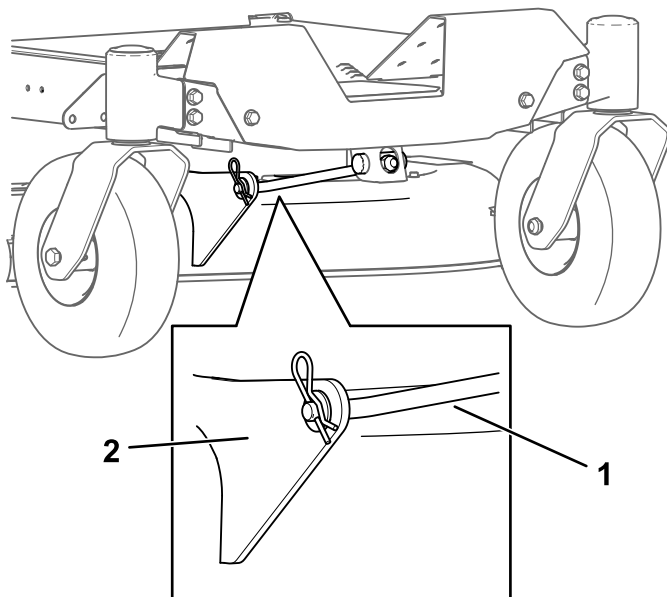

Figura 72
4. Rimuovete la coppiglia dall'asta di supporto frontale e rimuovete l'asta dalla staffa del piatto di taglio (Figura 72).
- Montate l'asta di sostegno anteriore sul piatto di taglio con il perno con testa e la coppiglia a forcina (Figura 72).